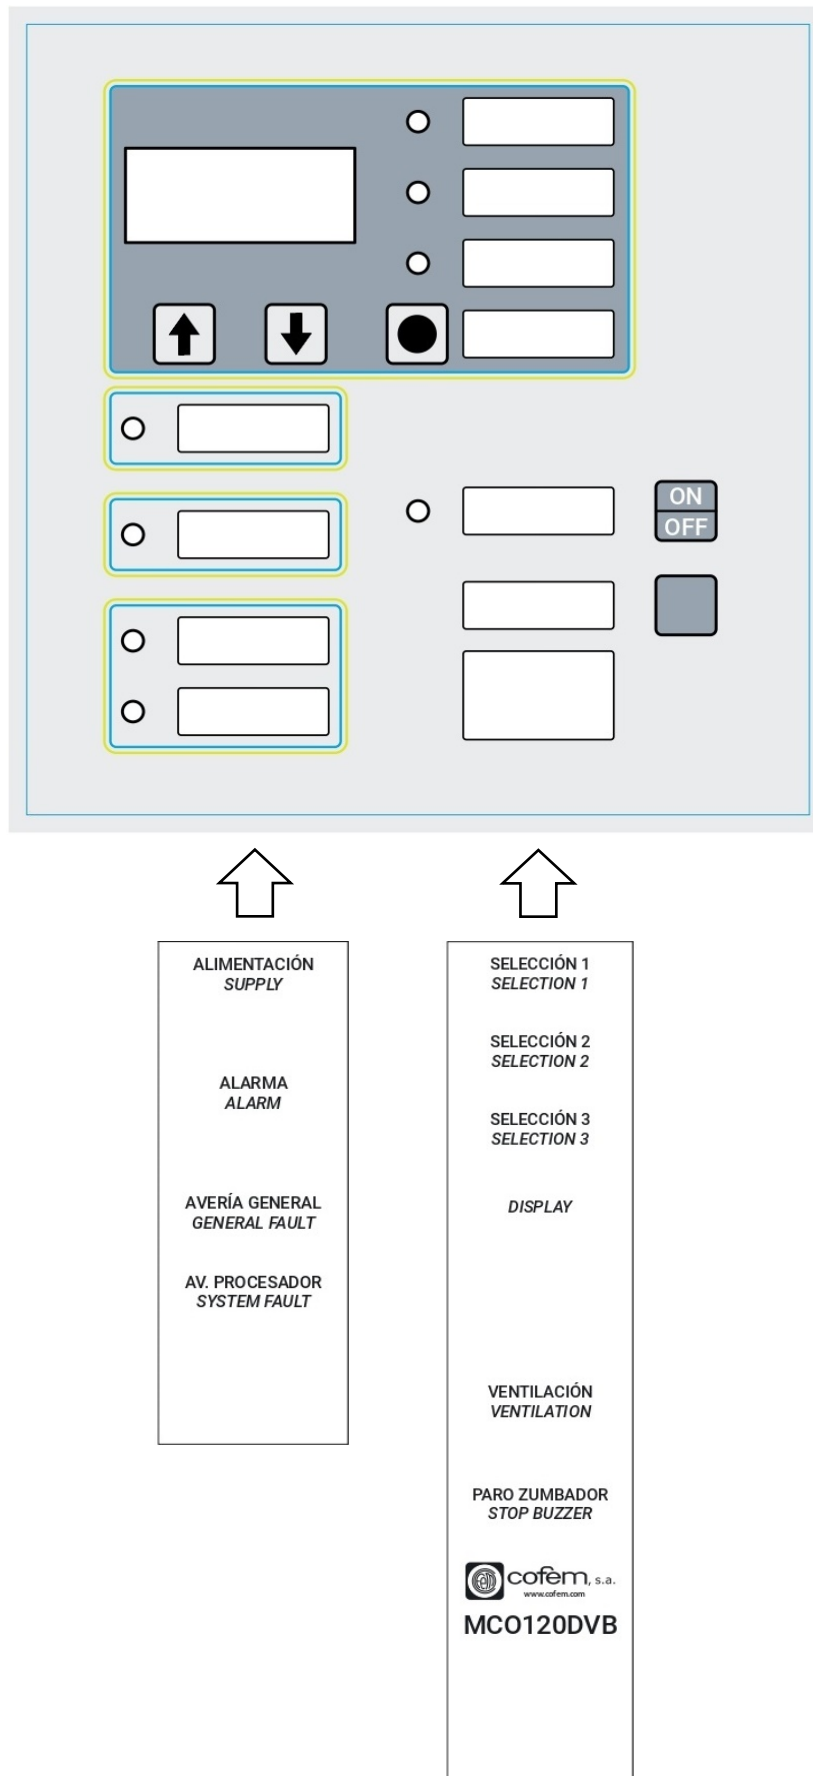
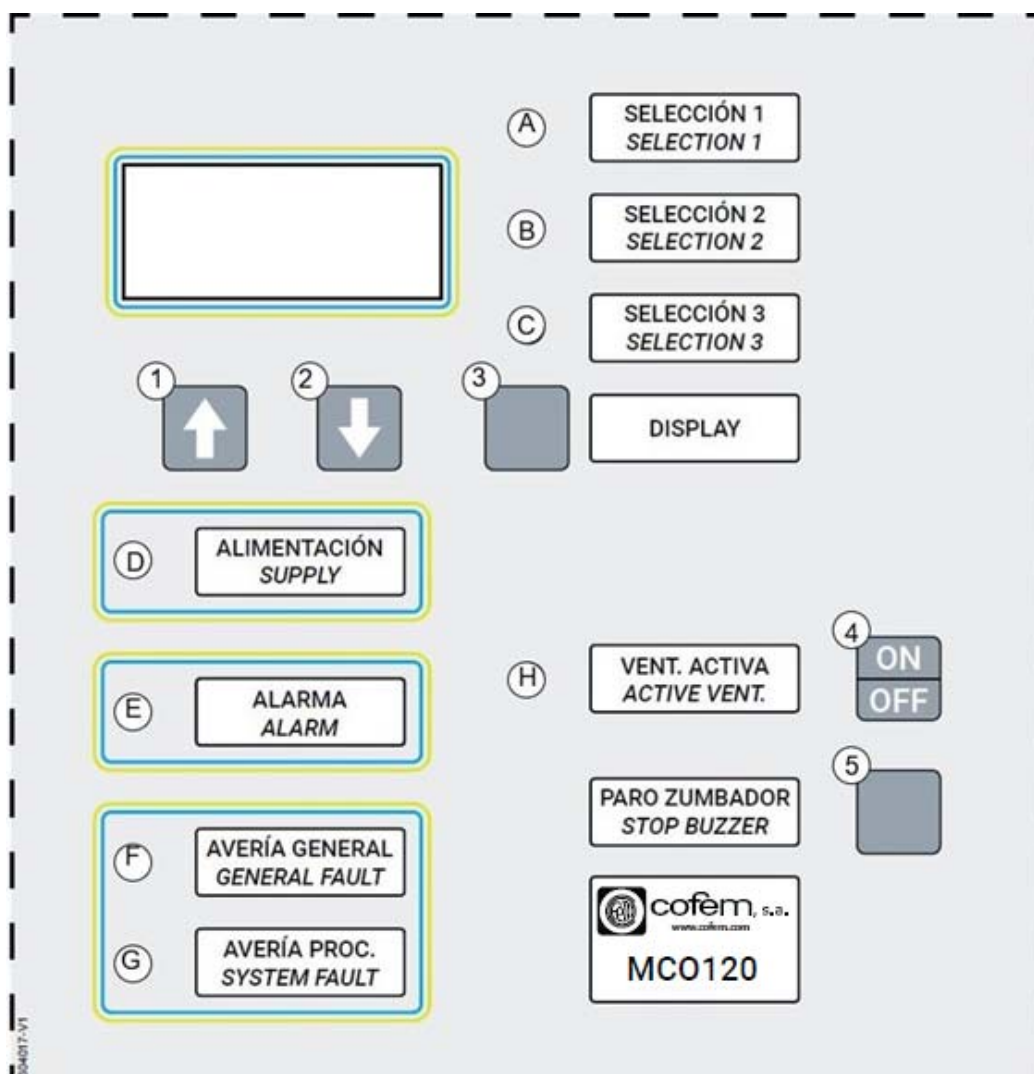

Figura 8: Selección del idioma de la central
Figura 9: Panel de control de la central
El sistema de alarma funciona de la misma manera que el sistema de ventilación con la peculiaridad de que, cuando éste se activa, también lo hace el zumbador que incorpora la propia central además del LED que indica el estado de alarma (ver *Figura 9*).
Se activará siempre que se produzca una avería en el sistema o no haya alimentación indicando el estado de avería a través de su correspondiente LED (para más información ver *Figura 9* y la *Tabla 4*). Solo se desactiva cuando no existe ninguna avería en el sistema y la central esté alimentada (el contacto Común-Normalmente Abierto (NO) del relé está eléctricamente abierto).
Una vez seleccionado el idioma requerido, introducir ambas etiquetas por la parte inferior de la carátula. tal y como indican las flechas de la Figura 8.
Dicho panel de control es común para todas las centrales y es representado en la *Figura 9*, donde los LEDS están señalados con letras y los pulsadores de mando con números.
- 8) Si el modelo de central es DVB, desconectar la alimentación de red de la central. La central debe activar el zumbador y parpadear el led de "Alimentación" (letra D en la *Figura 8*). Después de verificar que el sistema es estable y se mantiene funcionando normalmente, volver a conectar la alimentación de red. El led de alimentación (letra D de la *Figura 9*) debe quedar encendido y fijo.